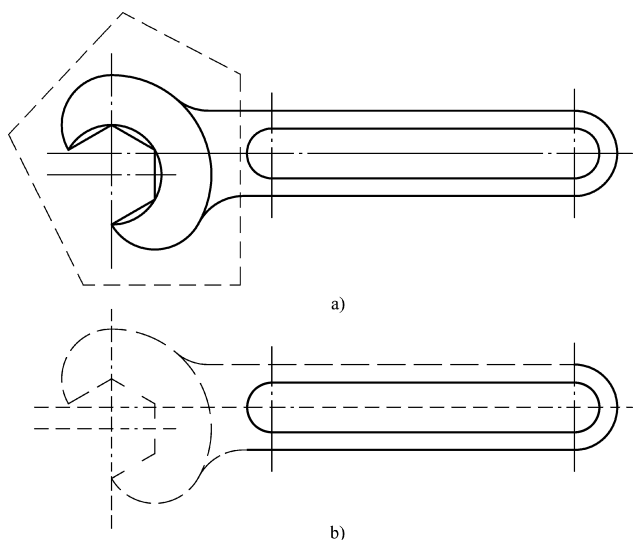

图 5-6 使用【圈交 (CP)】选择对象
9) 【圈交 (CP)】：与【圈围】命令功能类似，也是通过绘制一个不规则的封闭多边形作为交叉式窗口来选取对象，所有在多边形内或与多边形相交的对象都被选中，如图 5-6 所示。
10) 【编组 (G)】：使用组名字来选择一个已定义的对象编组。
11) 【添加 (A)】：通过设置 PICKADD 系统变量把对象加入到选择中，设 1 (默认) 则后面所选择的对象均加入到选择中，设 0 则最近所选择的对象均加入到